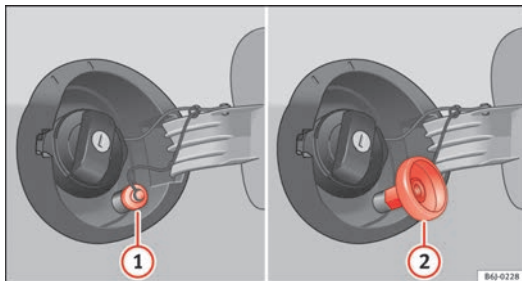

Abb. 119 Geöffnete Tankklappe mit Autogas-Einflüllstutzen und Adapter.
- Schrauben Sie den Deckel des Autogas-Einflüllstutzens ⇒ Abb. 119 ① ab.
- Schrauben Sie den erforderlichen Adapter ⇒ Abb. 119 ② auf den Autogas-Einflüllstutzen ①.
- Schrauben Sie den Adapter ⇒ Abb. 119 ② wieder ab. ▶
⇒ Abb. 119 ① auf.